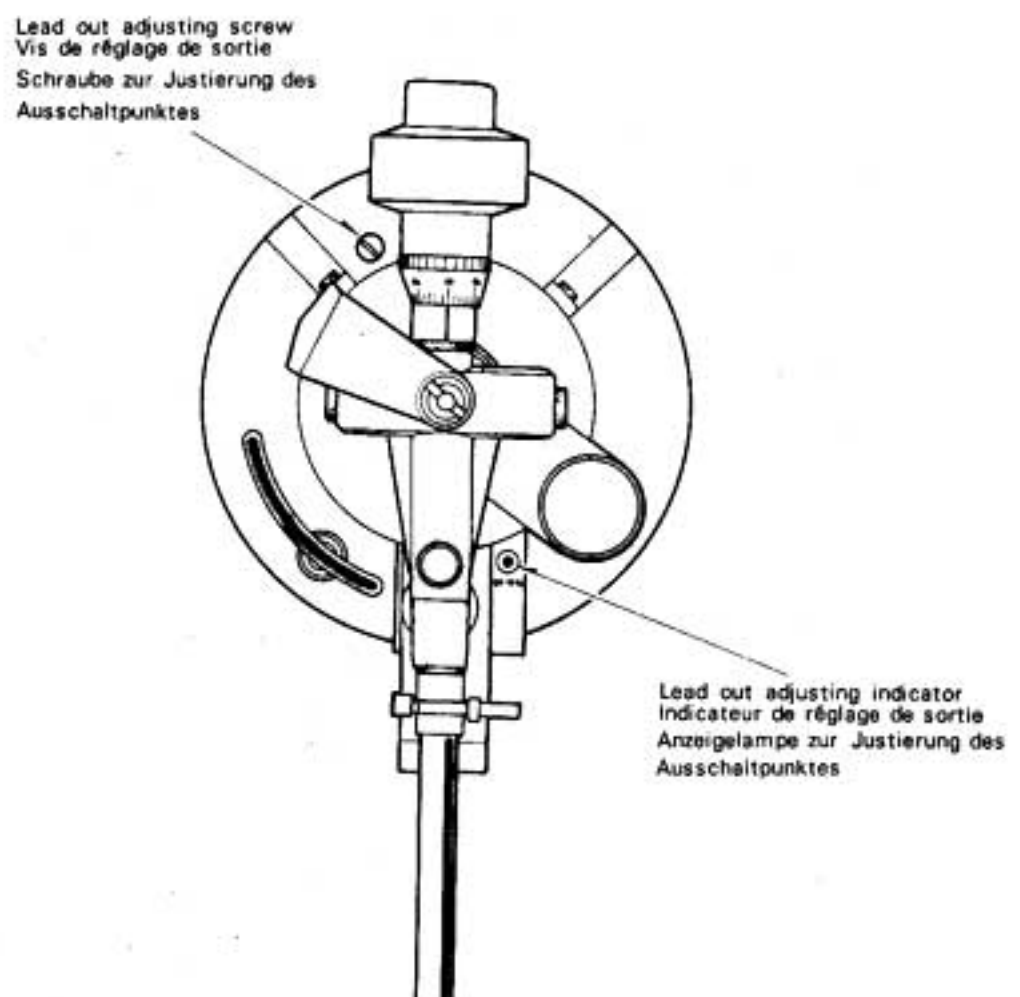

Fig. 26 Abb. 26
⑥ With the tonearm in this location, turn the lead out adjusting screw shown in Fig. 26 with the attached screw driver and adjust so that the lead out adjusting indicator lights.
⑥ Dans cet état, tournez la vis de réglage de sortie, comme l'indique la Fig. 26, à l'aide du tournevis joint et réglez de façon que l'indicateur de réglage de sortie soit allumé.
⑥ Anschließend stellen Sie die Schraube zur Justierung des Ausschaltpunktes (siehe Abb. 26) durch Verdrehen mit dem beiliegenden Schraubenzieher so ein, daß die Ausschaltpunkt-Anzeigelampe aufleuchtet.